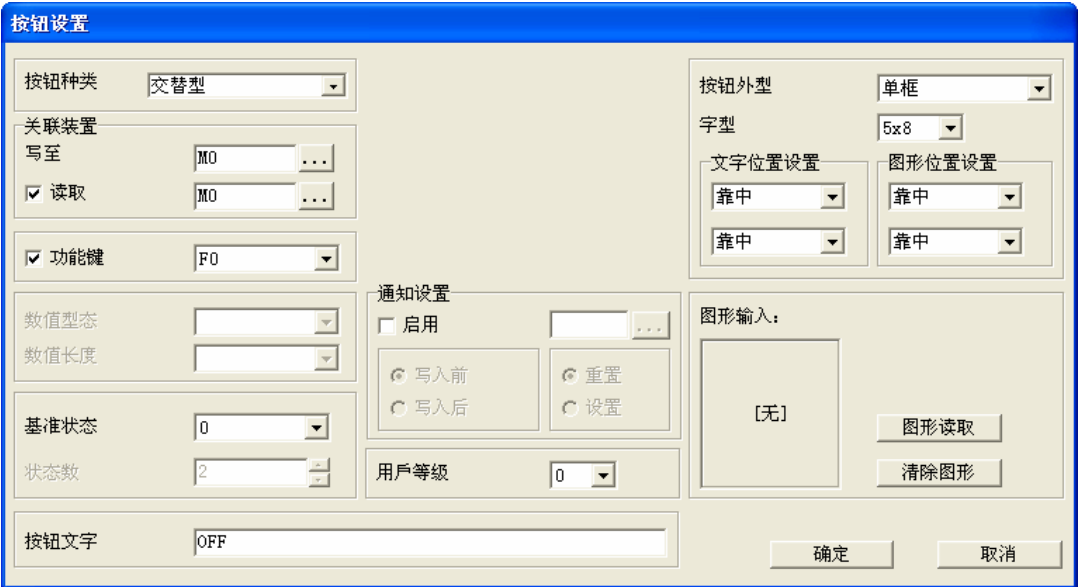

图 6-17 按钮设置窗口
- 步骤 4. 在按钮设置窗口设置「按钮种类」为交替型，并且设置要用来操作的 TP「功能键」为 F0，并且在「基准状态」为 0 时设置「按钮文字」为 OFF。如图 6-17。